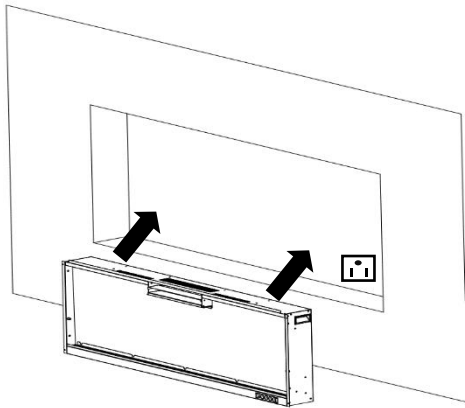
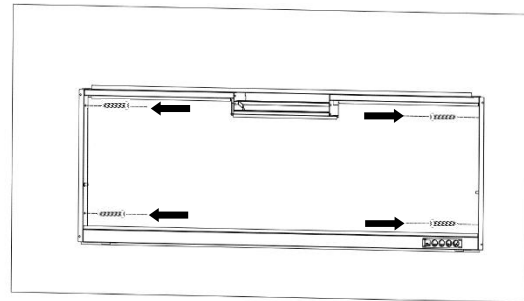

Abb. 2-3
Abb. 2-4
J. Lassen Sie den Kamin von zwei erwachsenen Personen anheben und in den Einbaurahmen einsetzen. Befestigen Sie ihn dann mit 4 Holzschrauben (**B**) durch die Löcher (**Abb. 2-3, Abb. 2-4**).